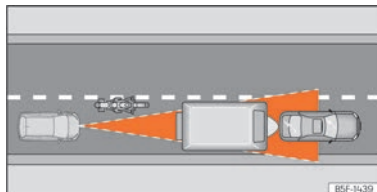

Fig. 107 Motociclista que circula per davant fora del radi d'acció del sensor de radar.
- Vehicles que circulin desalineats o fora de la zona de detecció del sensor, per exemple, motocicletes >>> **fig. 107.**